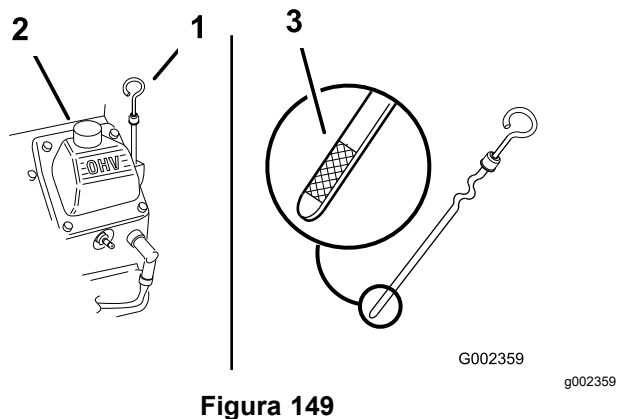

Figura 149
3. Curățați zona din jurul buonului de umplere cu ulei i din jurul jojei (Figura 149).